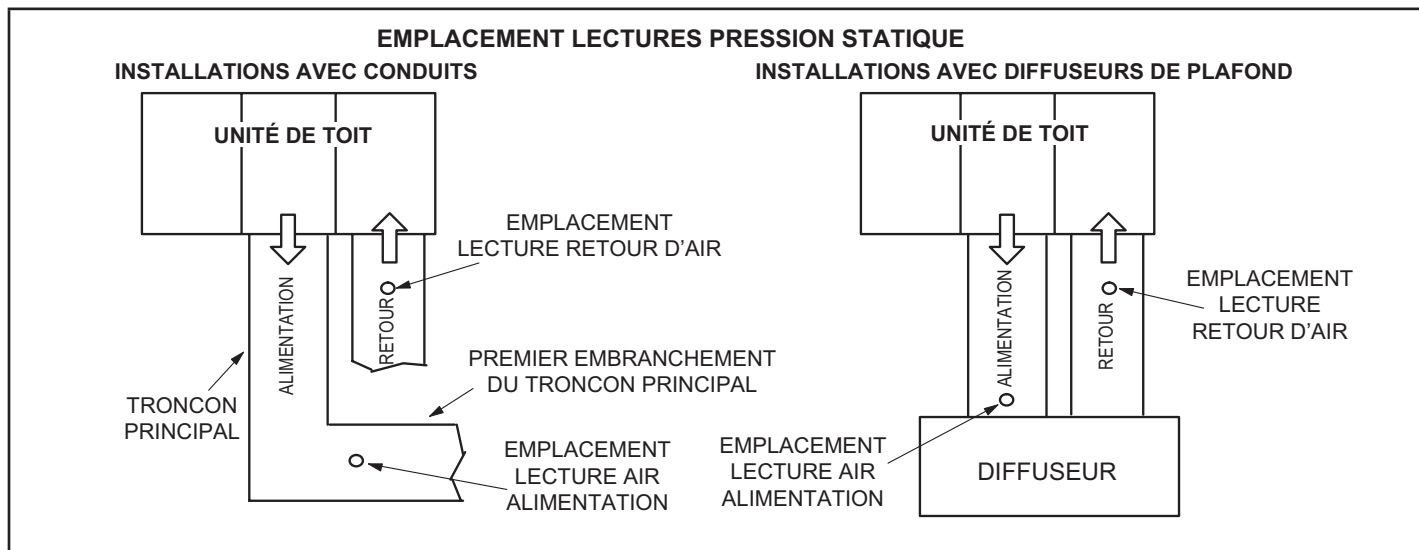

FIGURE 27
- 2 - Avec tous les panneaux d'accès en place, mesurer la pression statique à l'extérieur de l'unité (depuis l'alimentation jusqu'au retour). Les données de rendement du ventilateur sont basées sur les mesures de pression statique réalisées aux endroits indiqués à la FIGURE 27.